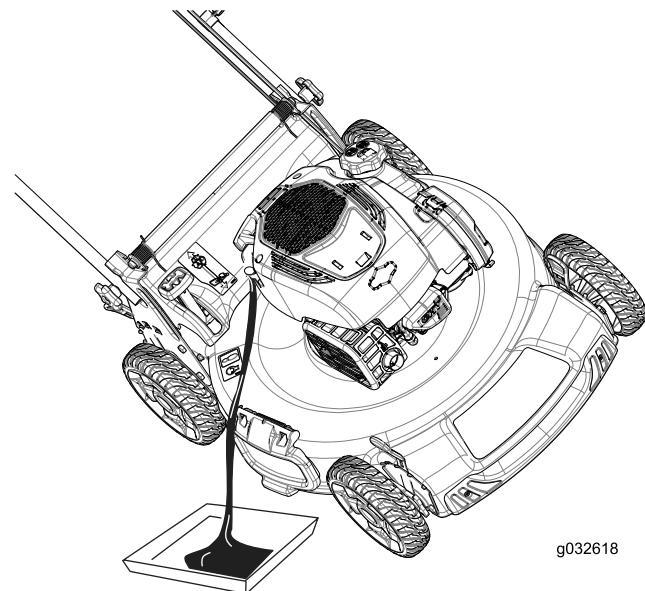

Рисунок 32
3. Для слива отработанного масла через маслозаливной патрубок переверните машину набок воздушным фильтром вверх (Рисунок 32).